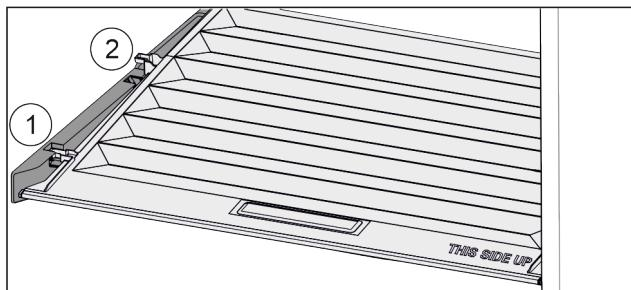

Fig. 131
- Pokrov povlecite naprej Fig. 131 (1) do odprtine v držalnih delih.
- Zadaj ga od spodaj dvignite in odstranite Fig. 131 (2) navzgor.